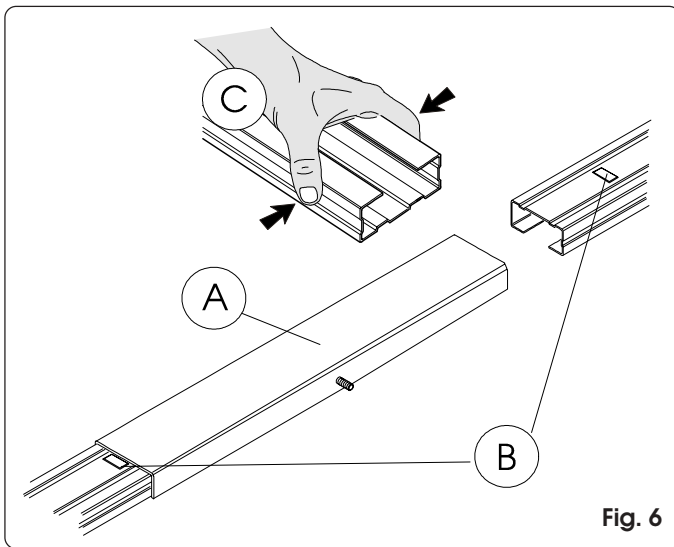

Fig. 6
- 1) Assembler les deux tronçons de rail en les introduisant dans l'élément de liaison central (fig. 6 réf. A) jusqu'à ce que les repères métalliques arrivent en butée (fig. 6 réf. B). Pour faciliter l'embrayage du rail de guidage, on recommande de l'introduire dans le joint central en le comprimant comme l'illustre la fig. 6 réf. C. Ne pas utiliser d'outils qui risquent de déformer le rail ou le joint.